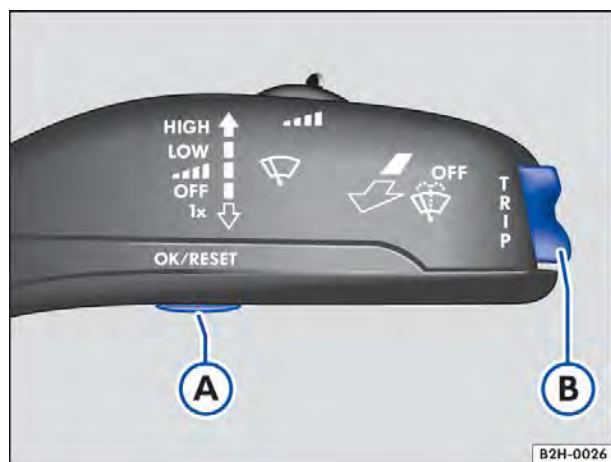
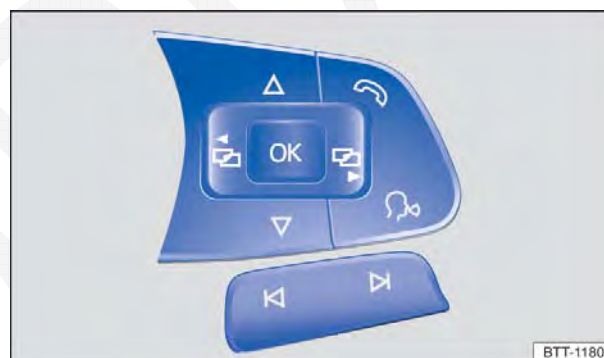

Fig. 14 Veículos sem volante multifunções: botão (A) na alavanca dos limpadores do para-brisa para confirmar itens de menu e chave (B) para trocar menus.
Fig. 15 Veículos com volante multifunções: botões para comandar os menus no instrumento combinado.
- Caso uma mensagem ou o pictograma de veículo sejam exibidos, pressionar o botão ⇒ Fig. 14 (A) da alavanca dos limpadores do para-brisa ou o botão (OK) do volante multifunções ⇒ Fig. 15.
- *No comando com a alavanca dos limpadores do para-brisa:* para listar o menu principal ⇒ Página 27 ou para retornar de outro menu para o menu principal, manter a chave ⇒ Fig. 14 (B) pressionada.
- *No comando com o volante multifunções:* o menu principal não é listado. Para navegar entre os itens do menu principal, pressionar o botão (A) ou (B) repetidamente ⇒ Fig. 15.
- Pressionar a chave ⇒ Fig. 14 (B) da alavanca dos limpadores do para-brisa para cima ou para baixo ou pressionar os botões de seta (▲) ou (▼) do volante multifunções até que o item de menu desejado esteja selecionado.
- Para acessar o item do submenu, pressionar o botão (A) da alavanca dos limpadores do para-brisa ou o botão (OK) do volante multifunções ⇒ Fig. 15.
- Selecionar ou confirmar a seleção com o botão ⇒ Fig. 14 (A) na alavanca dos limpadores do para-brisa ou o botão (OK) no volante multifunções.
- *No comando com a alavanca dos limpadores do para-brisa:* manter a chave (B) pressionada.
- *No comando com o volante multifunções:* pressionar o botão (↵) ⇒ Fig. 15.